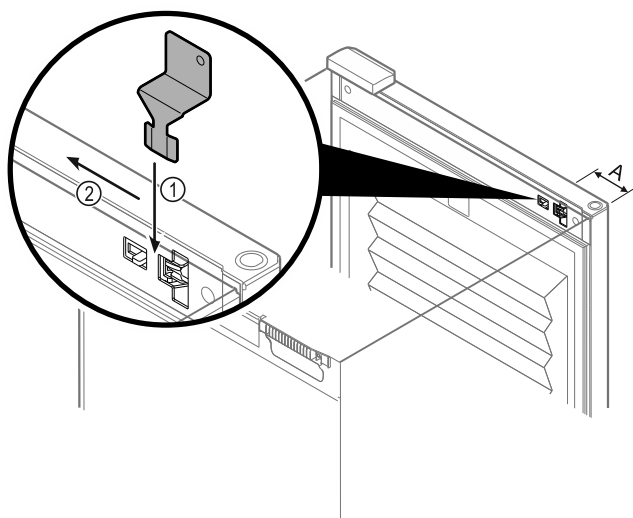

Fig. 218
- ▶ Plasser nødåpningsnøkkelen på det angitte stedet Fig. 218 (A) ≈ 100 mm.
- ▶ Sett nødåpningsnøkkelen mellom døren og enheten, ovenfra til den stopper Fig. 218 (1).
- ▶ Trekk nødåpningsnøkkelen mot hengselsiden Fig. 218 (2).